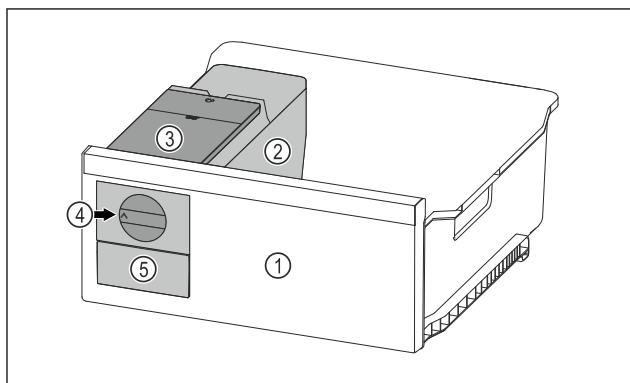

Fig. 155 Примерно изображение
- Завъртете въртящото се копче Fig. 155 (4) по часовниковата стрелка до упор.
- Ледените кубчета падат от формата за ледени кубчета в чекмеджето за ледени кубчета Fig. 155 (5).